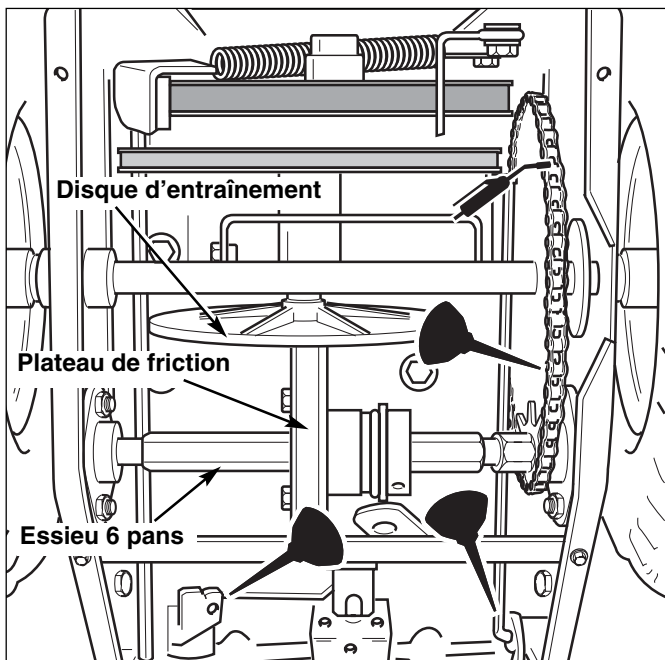

Figure 13. Points de lubrification dans la zone d'entraînement (sans le couvercle inférieur)
Appliquer de l'huile de teneur moyenne (10W) aux points indiqués aux Figures 13 à 15.
Système d'entraînement: Ne pas permettre à l'huile et à la graisse d'entrer en contact avec le plateau de friction (voir Figure 13) le disque d'entraînement. Lubrifier l'arbre Hex avec de l'huile moteur synthétique de 5W-50.
1. Après 5 heures de marche, vérifier que le réglage est correct. Réajuster la tige d'embrayage si nécessaire en augmentant la tension sur la tige. Un petit mouvement du bras du levier coudé est permis si la machine passe les vérifications indiquées dans l'Avvertissement à votre gauche. **Le réglage optimal donne un dégagement de 0,8 mm entre le disque d'entraînement de traction et l'anneau de caoutchouc sur le plateau de friction quand le levier d'entraînement est relâché (voir Figure 13 pour l'emplacement du plateau de friction).**